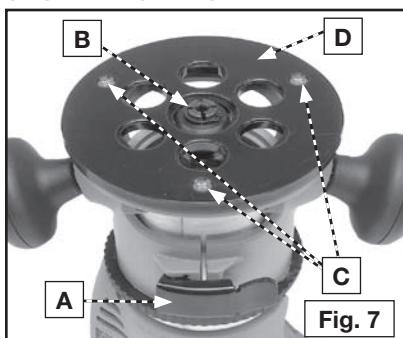

Fig. 7
- Desserrez les vis de montage de la sous-base (C) Fig. 7 tout juste assez pour permettre à la sous-base (D) de se déplacer sur la base.
- Ouvrez la bride (A) Fig. 7 et ajustez le moteur de manière à ce que l'écrou de la douille (B) engage le trou central de la sous-base (D). Laissez la sous-base se centrer elle-même sur l'écrou de la douille. Fermez la bride (A).
- Serrez solidement les vis de montage (D) de la sous-base.